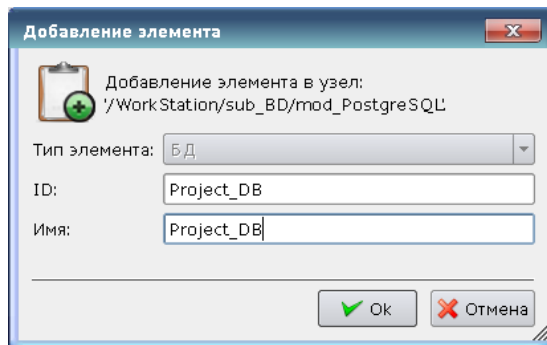

Рисунок 5
В появившемся окне (рисунок 5) необходимо задать имя и «ID» (идентификатор) БД, в которой будет храниться проект. Имя используется для отображения пользователю. Имена любых объектов СКАДА ограничены размером в 50 символов и могут содержать любые символы (цифры, буквы любого алфавита, знаки и т.д.). Если имя объекта остается пустым, то вместо него для отображения будет использоваться идентификатор объекта. Идентификатор (ID) используется для обращений к БД внутри ПП «СКАДА А-СОФТ». Идентификатор может содержать только буквы латинского алфавита, цифры, символы «-» и «\_», кроме того начинать идентификатор рекомендуется с буквы. Длина «ID» ограничена 20 символами. После задания имени и идентификатора БД закрыть окно нажатием кнопки «ОК» (рисунок 5).